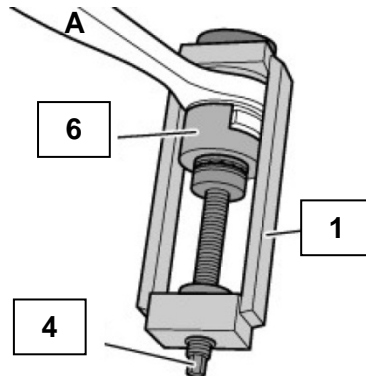
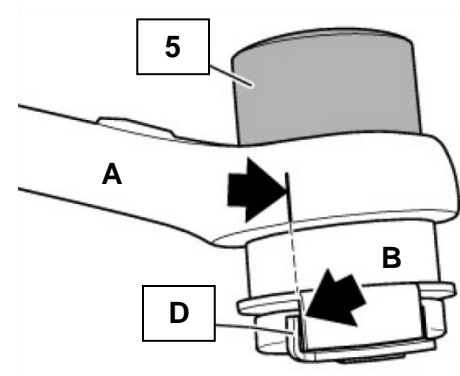

Fig. 5
Fig. 6
3. Engagez l'articulation dans la douille de pression (6). Veillez à ce que l'articulation soit correctement positionnée dans l'encoche (voir Fig. 5).
4. Dévissez suffisamment la broche hors du cadre de pression (1).
6. Positionnez le cadre de pression (1) sur le bras oscillant transversal. Assurez-vous que la douille de guidage (5) est logée dans l'alésage du cadre de pression et que l'articulation est correctement alignée (voir Fig. 6).
8. Vérifiez que les outils et l'articulation sont correctement en place et enfoncez l'articulation à l'aide de la broche (4) dans l'arbre oscillant transversal (voir Fig. 5).